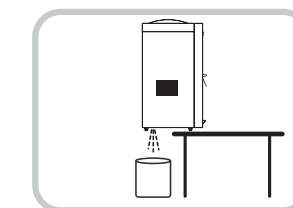

Fig.4
9. Mueva la unidad hacia el borde de la mesa o del mostrador hasta que el tapón de drenaje esté expuesto. Asegúrese de tener un depósito de agua o una cubeta debajo. (Fig. 4)